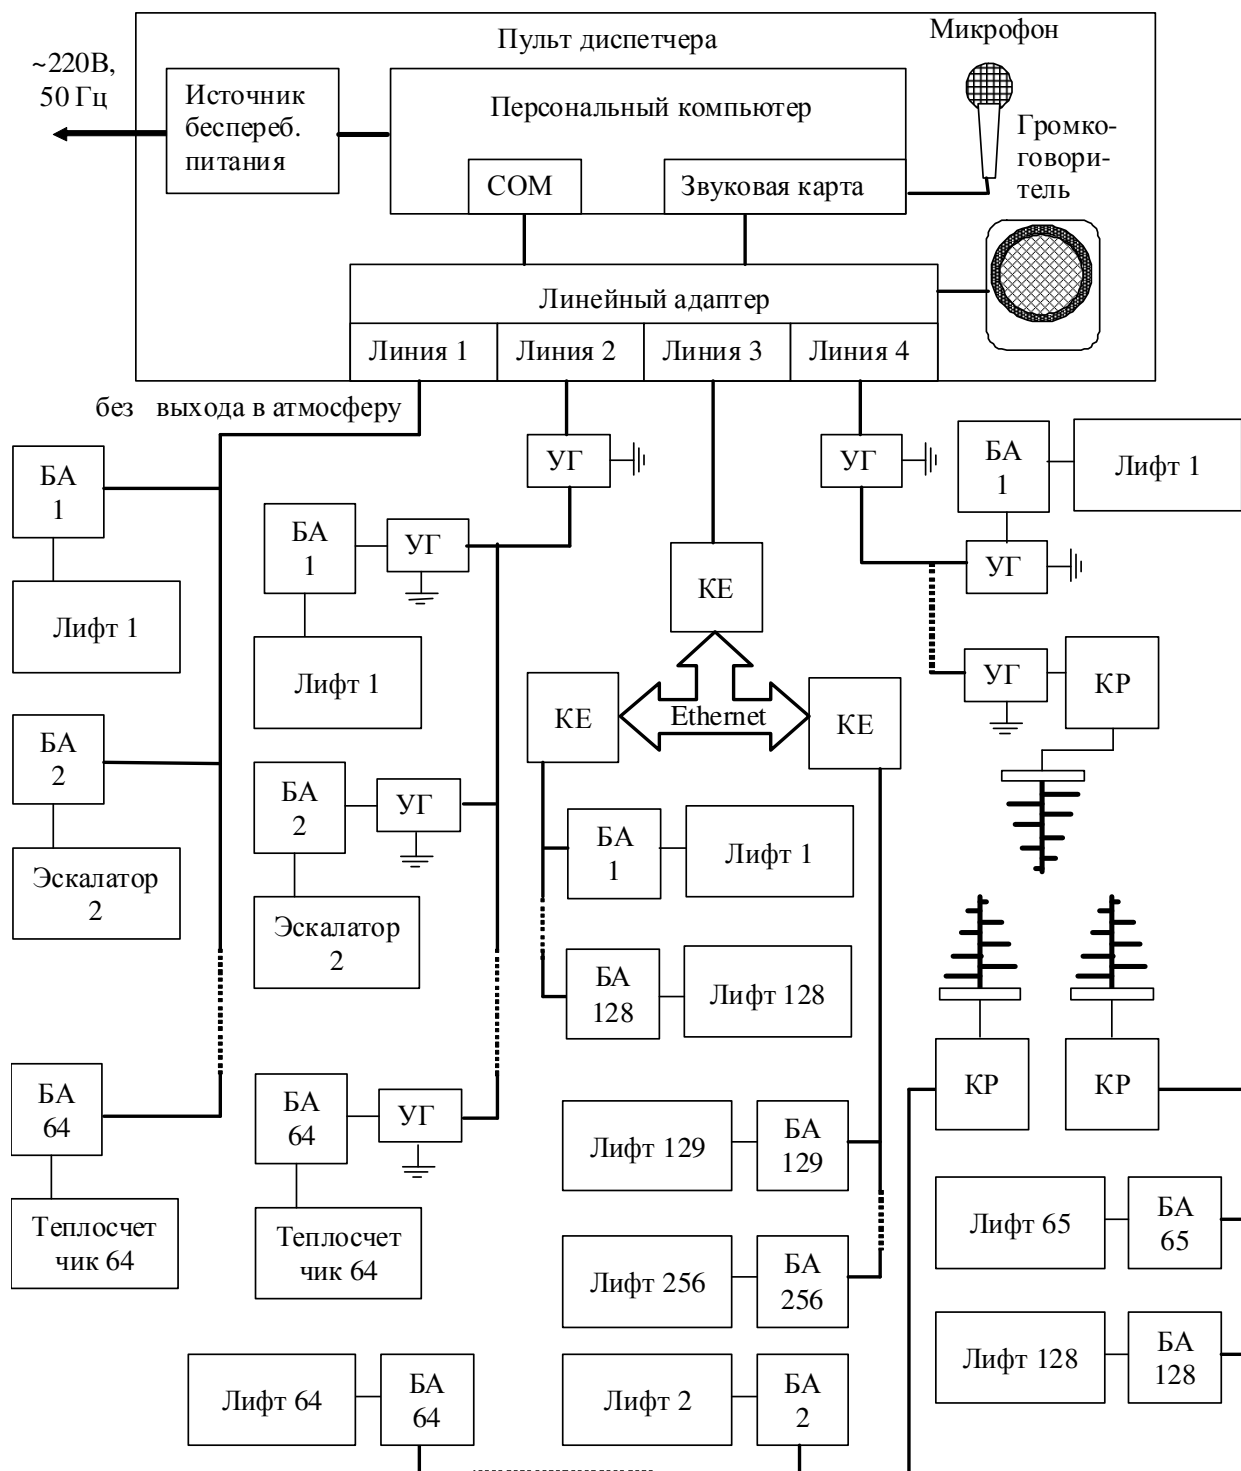

Рис.1. Блок-схема подключения системы к лифтам.
1.4.1. Блок - схема комплекса СДК-256 с лифтами показана на Рис.1. БЛ опрашивает состояние контрольных точек лифта, анализирует их работу в соответствии с указанным в Приложении №5 алгоритмом, подготавливая к передаче слово состояния лифта. По запросу с ПД БЛ передает на ПД подготовленное слово состояния лифта.